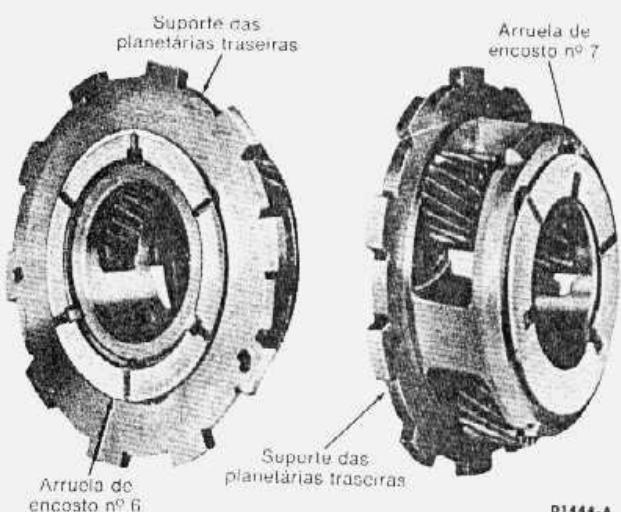

fig. 99 — localização das arruelas de encosto
20. Colocar, no suporte das planetárias traseiras, as arruelas de encosto nºs 6 e 7 (fig. 99).